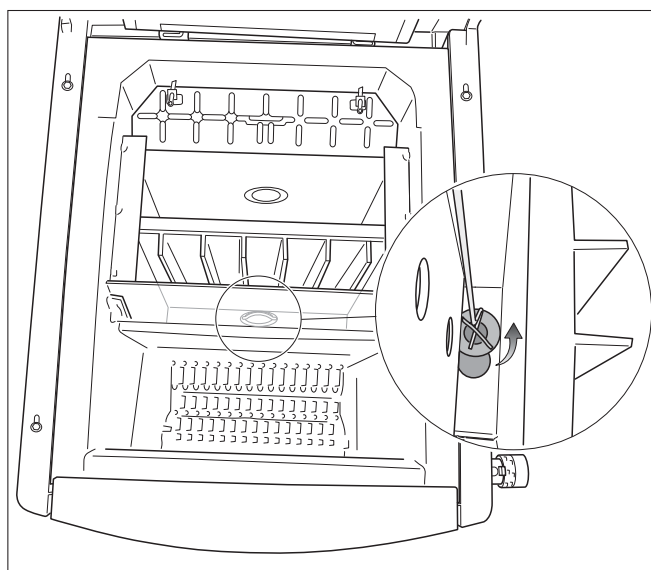

Рис. 33 Вынуть крышку отверстия для чистки
- ▶ Перед розжигом проверьте, закрыто ли крышкой отверстие для чистки (→ Рис. 33, стр. 29) в днище зольной камеры. При чистке котла зола из дымовых каналов удаляется через отверстие для чистки.